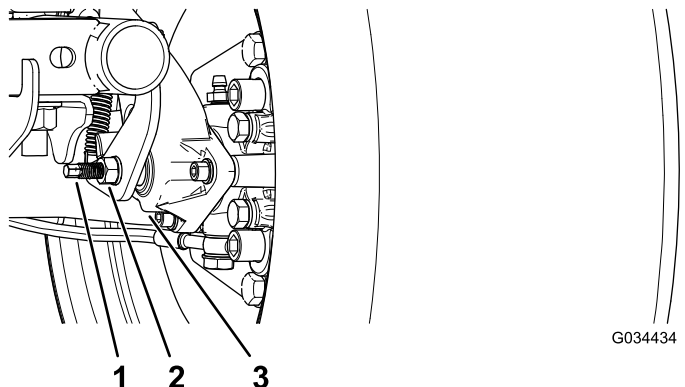

Figure 60
3. Utilisez 2 clés, une pour maintenir le tenon de réglage en place sur l'étrier et l'autre pour desserrer l'écrou de blocage de 1/4 de tour (Figure 60).
4. Tout en maintenant le tenon de réglage et l'écrou de blocage en place, tournez le tenon pour le serrer (Figure 60).
5. Tout en maintenant le tenon de réglage et l'écrou de blocage en place, tournez le tenon en arrière de 1/4 de tour (Figure 60).
6. Tout en maintenant le tenon de réglage et l'écrou de blocage en place, serrez l'écrou de blocage (Figure 60).